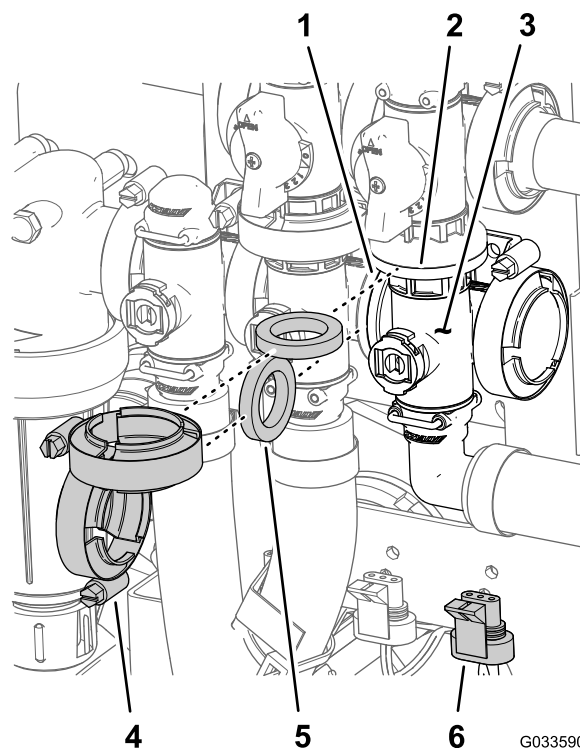

Figura 126
flangia della valvola di bypass principale della barra (Figura 126).
2. Montate il collettore della valvola principale delle barre, la guarnizione e la valvola di bypass principale della barra con un morsetto flangiato serrato manualmente (Figura 126).
3. Allineate la flangia del collettore della valvola principale delle barre, una guarnizione e il collettore della valvola dell'agitatore (Figura 126).
4. Montate il collettore della valvola principale delle barre, la guarnizione e il collettore della valvola dell'agitatore con un morsetto flangiato e serrate manualmente (Figura 126).
7. Montate la valvola dell'agitatore sul supporto della valvola con il bullone a testa flangiata e il dado bloccaggio flangiato (Figura 126) rimossi al passaggio 3 di Rimozione della valvola del collettore principale delle barre (pagina 84) e serrate il dado e il bullone a 10–12 N·m.